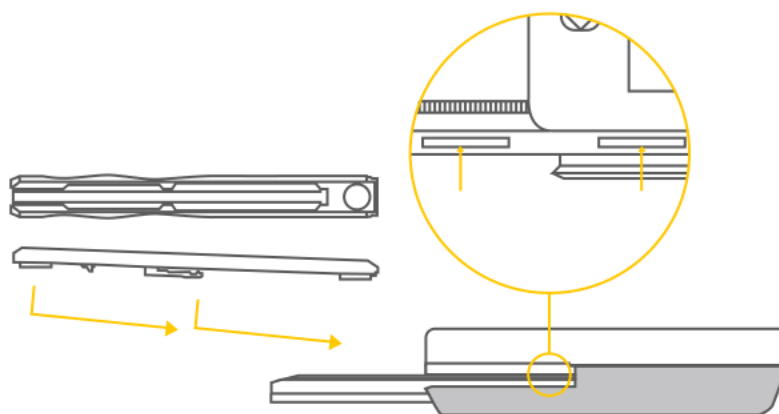

Fig. 19 Vuelva a insertar la Bandeja de Tiras.
4. Vuelva a colocar la Bandeja de Tiras en el analizador. Inserte el extremo con el punto blanco primero, alineando las guías en la parte inferior de la Bandeja de Tiras con las ranuras en el Carro de la Bandeja (vea las flechas, Fig. 19). La bandeja se encajará suavemente en su lugar.